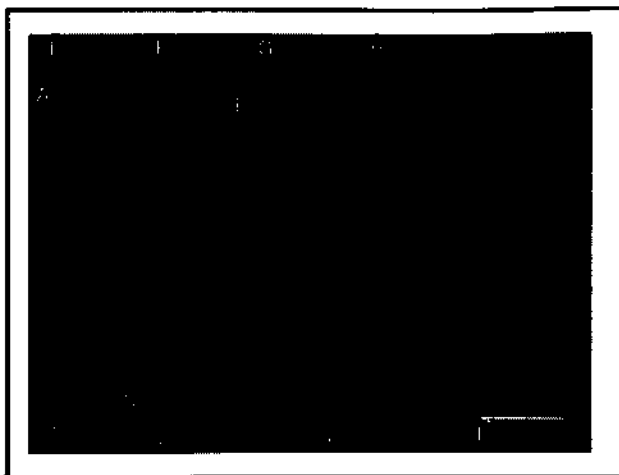
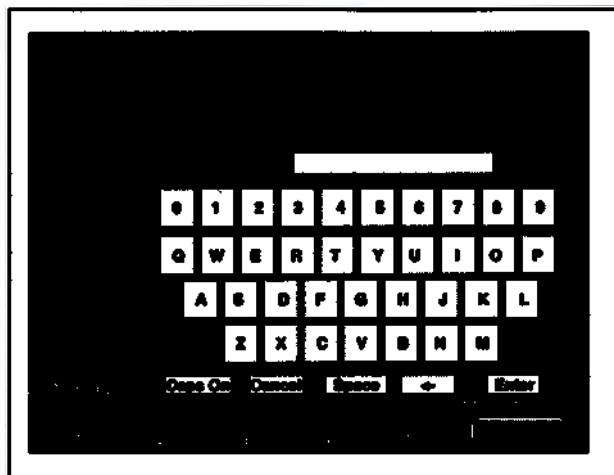

Рисунок 3-1-9 Кнопки экрана памяти и определения
Рисунок 3-1-10 Клавиатура памяти
См. рисунок 3-1-9.
См. рисунок 3-1-9 и рисунок 3-1-10. К этой функции получается доступ только с пульта управления.
3. Нажмите на номер страницы (1, 2, 3, 4 или 5) ①, в которой должен быть сохранен протокол.
4. Нажмите клавишу [Store] ②. На дисплее высвечивается сообщение "Выберите область памяти".
5. Нажмите клавишу, соответствующую желаемой области памяти ③. На экране высвечивается клавиатура, позволяющая осуществлять ввод имени протокола. См. рисунок 3-1-10.
6. Напишите желаемое имя с помощью вышеуказанной клавиатуры. По окончании операции нажмите клавишу [Enter] ④. При этом протокол сохраняется в выбранной области памяти.
См. рисунок 3-1-9. Доступ к этой функции получается только с пульта управления.
4. Нажмите клавишу, соответствующую протоколу, который вы хотите переименовать, затем введите новое имя с помощью отображенной клавиатуры (см. рисунок 3-1-10). Нажмите клавишу [Enter] **H** на клавиатуре для завершения операции. Протокол сохраняется с новым именем в ранее занятой области памяти.